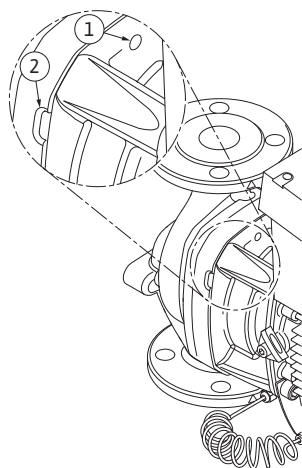

Fig. 51: Gevindboringer og kærve til at fjerne indstikssættet fra pumpehuset
13. Fjern indstikssættet (se fig. 13) fra pumpehuset. I den forbindelse anbefales det at anvende to gevindboringer (fig. 51, pos. 1), særligt for at løsne det. Skru egnede skruer i gevindboringerne for at løsne. Er indstikssættet letgående kan der for at fjerne det desuden anvendes kærve (fig. 51, pos. 2) mellem pumpehuset og lanternen (indsæt f.eks. to skruetrækkere og brug dem som løfte-stang). Efter ca. 15 mm føres indstikssættet ikke længere i pumpehuset.